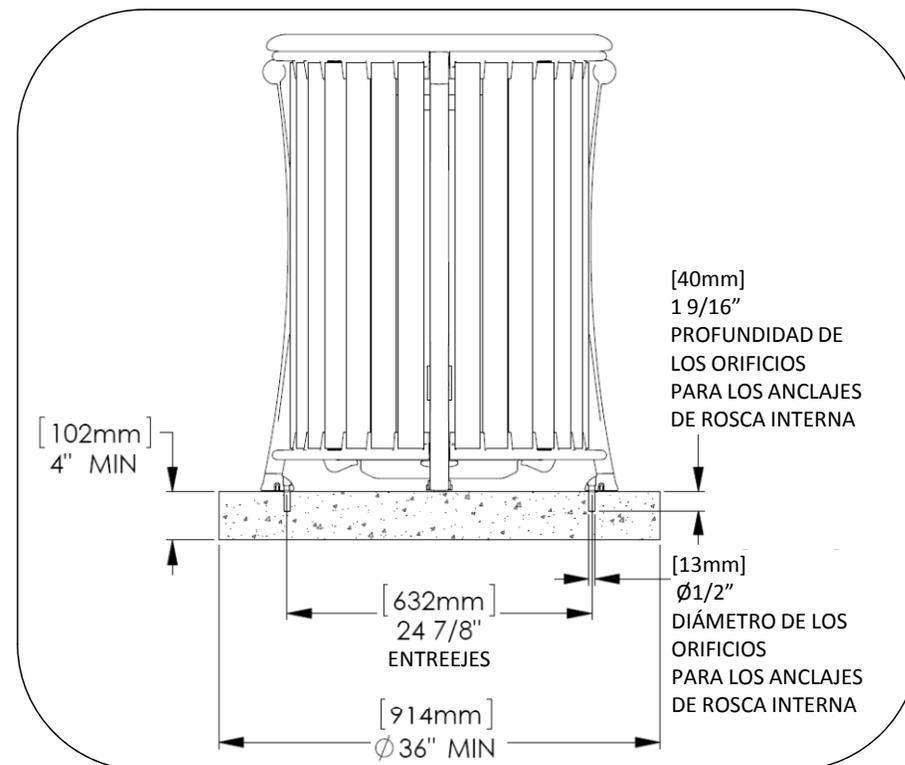

Fig. 2 – Información sobre los orificios para anclajes de rosca interna
2. Mueva el papelerero y termine de marcar los orificios (ver Fig. 2). Realice las perforaciones como se indica en la Fig. 2. Retire los escombros de las perforaciones. Instale los anclajes de rosca interna. La rosca interna debe quedar a nivel del suelo. Utilice la herramienta de instalación para colocar los anclajes. Si los anclajes de rosca interna quedan por debajo del nivel del suelo, necesita un tornillo más largo.